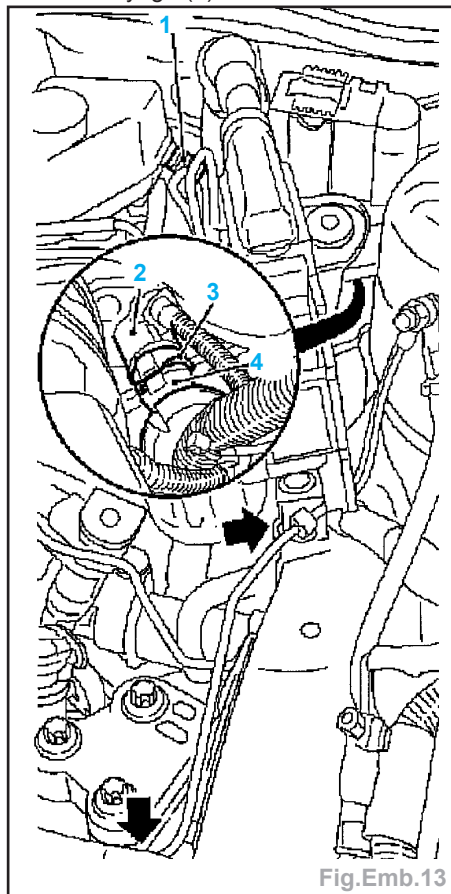

Fig.Emb.13
- Démontez la conduite de pression du cylindre récepteur d'embrayage (Fig.Emb.13) :
- démonter l'agrafe de sûreté (3),